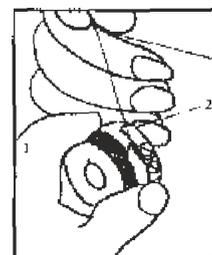

Fig. 6
- Encaixe a bobina na caixa da bobina e puxe a linha através da ranhura (Fig. 6)